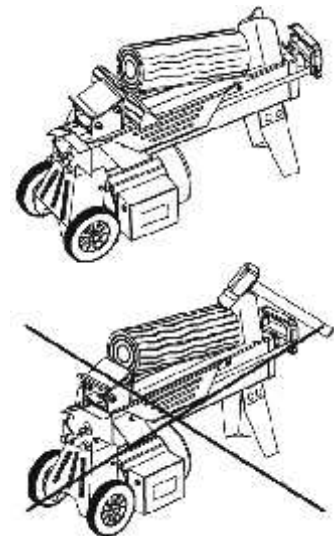

Fig.20
- Une fois que le vérin est revenu à sa position initiale et s'est arrêté. Insérer une cale en bois sous la bûche coincée. (Fig. 20).